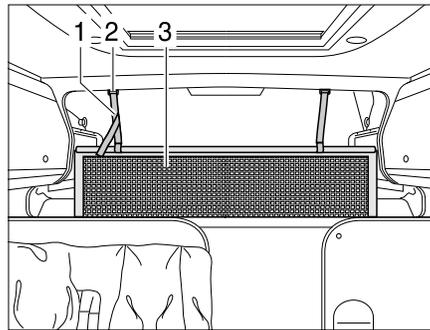

Bild 87 Alkovenbett
Sicherungsnetz Das Sicherungsnetz (Bild 87,3) ist serienmäßig zwischen Matratze und Lattenrost verstaut. Das Sicherungsnetz erst aufspannen, wenn sich die Personen bereits im Alkoven befinden.
- Die Haltebänder (Bild 87,1) in die Halterungen an der Decke (Bild 87,2) einrasten.